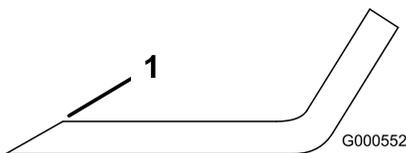

Figura 50
- Utilice una lima para afilar el filo de corte en ambos extremos de la cuchilla (Figura 50).
Nota: Si la cuchilla no está equilibrada, rebaje algo el metal en la parte de la vela solamente con una lima (Figura 50).